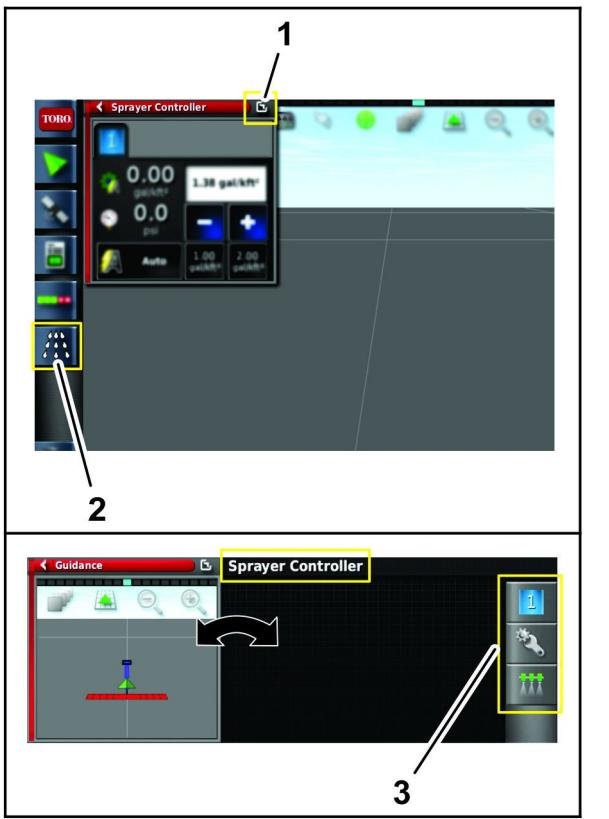

図 95
- C. 散布コントローラアイコン図 95を押す。
E. 散布コントローラサブメニューの中の構成アイコンを押して構成メニューを出す図 95。
2. ウィンドウ切り替えアイコンを押して散布コントローラのメニューを出す図 95。